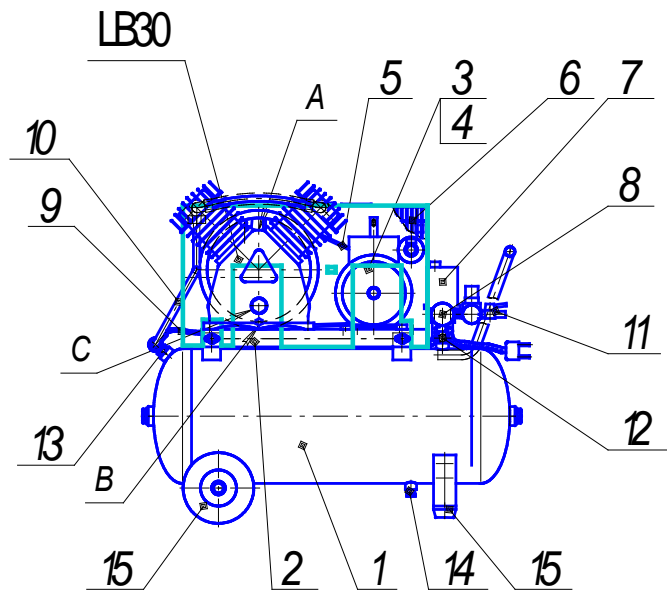
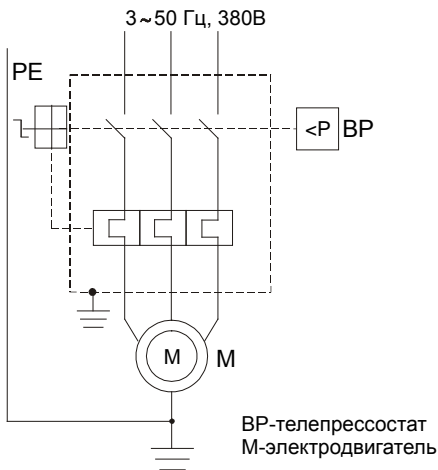

Рис. 1
Рис. 4
2.5. Общий вид компрессора представлен на рис. 1, 2, 3, схема электрическая принципиальная - на рис. 4, 5.
Примечание: Комплект колес и амортизаторов (поз. 15, см. рис. 1, 2, 3) и детали их крепления упакованы отдельно.
5.1. Компрессор (рис.1, 2, 3) состоит из следующих основных сборочных единиц и деталей: блока поршневого LB30, ресивера (воздухосборника) 1, платформы 2, электродвигателя 3 со шкивом 4, клиновых ремней 5, защитного ограждения 6, прессостата 7, манометра 8, воздухопровода сброса давления 9, нагнетательного воздухопровода 10, крана выпускного 11, клапана предохранительного 12, клапана обратного 13, крана слива конденсата 14, колес и амортизаторов 15.
Смазка трущихся поверхностей деталей блока поршневого осуществляется разбрызгиванием масла. Заливка масла в картер производится через отверстие в крышке блока цилиндров А (см. рис. 1, 2, 3) после снятия сапуна, слив масла - через отверстие в днище картера, закрытое пробкой В. Уровень масла должен находиться в пределах красной метки смотрового стекла С.
Ресивер (воздухосборник) 1 (см. рис. 1, 2, 3) служит для сбора сжатого воздуха, устранения пульсации давления, отделения конденсата и масла. Ресивер является также корпусом, на котором смонтированы узлы и детали компрессора.